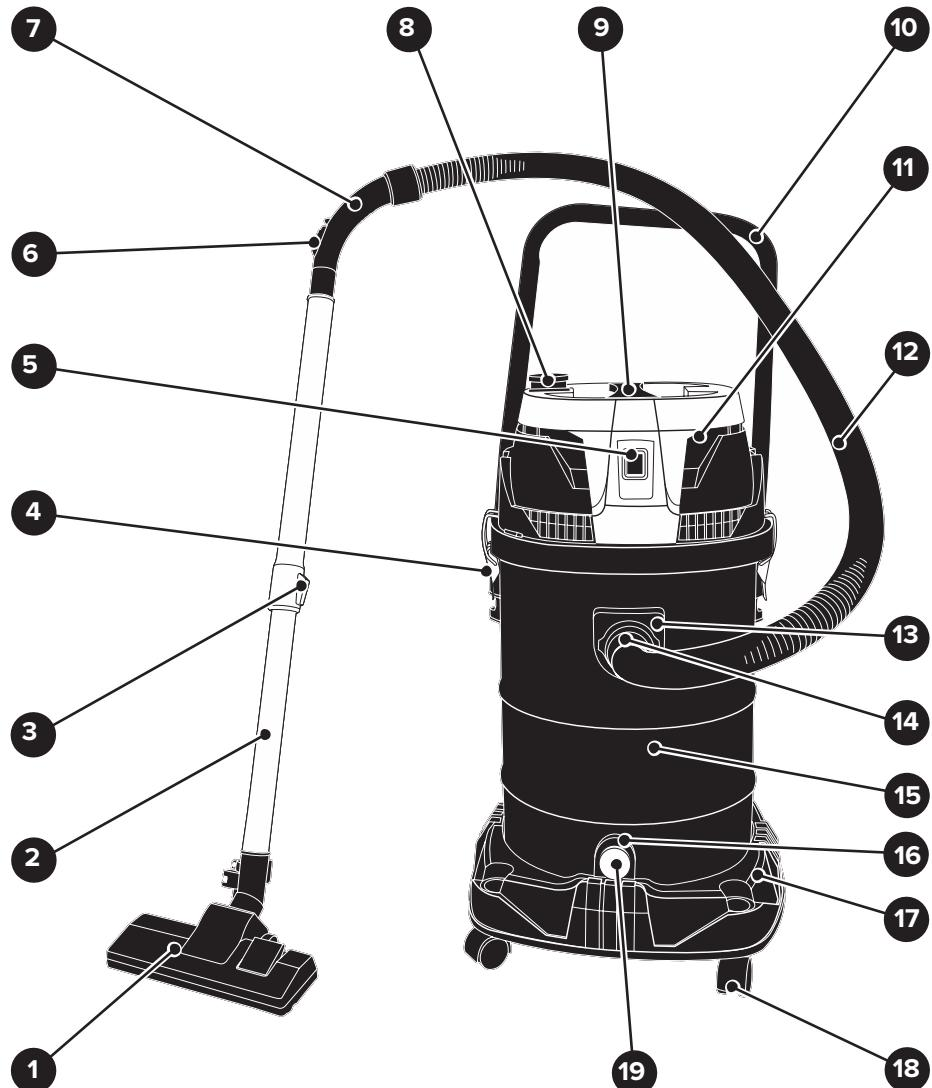

Рисунок 1 — Общий вид пылесоса
- Разблокируйте защелки замков 4 с обеих сторон пылесоса и за ручку 9 снимите блок электродвигателя 11 (см. рис. 1 и схему сборки).
- Снимите фильтр-мешок тканевый (см. рис. 1, схему сборки и табл. 2) с отбортовки бака 15. В случае заполнения фильтр-мешка замените его.
- Проверьте правильность сборки пылесоса (см. рис. 1 и схему сборки).
- Если длины шланга гофрированного 12 недостаточно, например: при уборке потолка и стен, присоедините к патрубку 7 удлинитель телескопический 2 (см. рис. 1), и установите насадку щелевую, или насадку для уборки пола 1, или щетку круглую (см. схему сборки и табл. 2).
- На блоке электродвигателя 11 установлена розетка 8 для подключения электроинструмента (см. рис. 1 и схему сборки).
- После установки соответствующего фильтра, за ручку 9 установите блок электродвигателя 11 на бак 15 (см. рис. 1). С помощью защелок заблокируйте замки 4.
- Вращательным движением раstraub 14 шланга гофрированного 12 установите во фланец для подключения 13 (см. рис. 1). Установку произведите так, чтобы замок (выступ) на раstraubе 14 вошел в фиксирующий паз фланца для подключения 13.
- **ВНИМАНИЕ!** Перед началом работы с пылесосом внимательно изучите порядок действий с переключателем трехпозиционным 5 (см. рис. 1):
- Пылесос оснащен следующими принадлежностями (см. табл. 2 и рис. 1): шланг гофрированный 12, удлинитель телескопический 1, щелевая насадка, насадка для уборки пола 1, щетка круглая, переходник ступенчатый для подключения к пылеотводящему патрубку электроинструмента и другие детали.
- Потяните на себя защелки замков 4 с обеих сторон бака 15 (см. рис. 1 и схему сборки), и откройте замки. За ручку 9 снимите блок электродвигателя 11. Если в баке 15 лежат принадлежности и комплектующие детали пылесоса, то необходимо вынуть их.